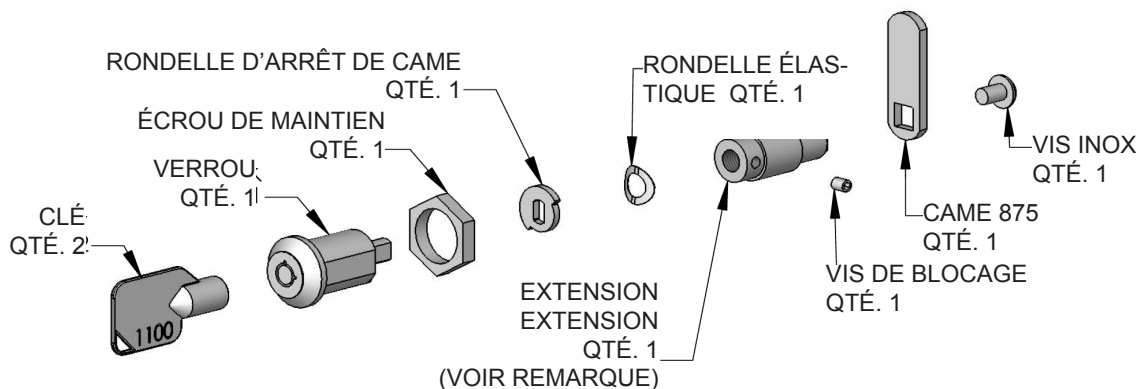

Figure 9
Deux (2) extensions de verrouillage sont fournies avec le verrou. Utilisez l'extension la plus longue pour un panneau de revêtement d'épaisseur $\frac{3}{4}$ " et la plus courte pour un panneau d'épaisseur $\frac{5}{8}$ ". Assemblez l'extension de verrouillage, une rondelle d'arrêt de came, une rondelle élastique et une vis de fixation sur le verrou comme montré aux Figures 9 et 10.